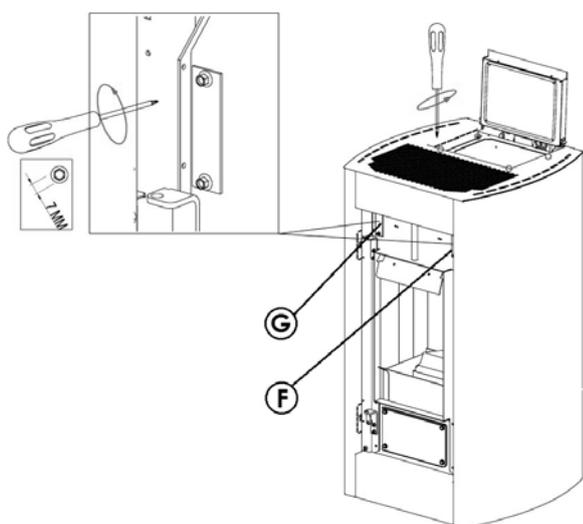

Fig. 84 - Rimozione piastre
- A stufa fredda aprire la porta, togliere la piastra "F" rimuovendo le due viti (vedi **Fig. 84**).